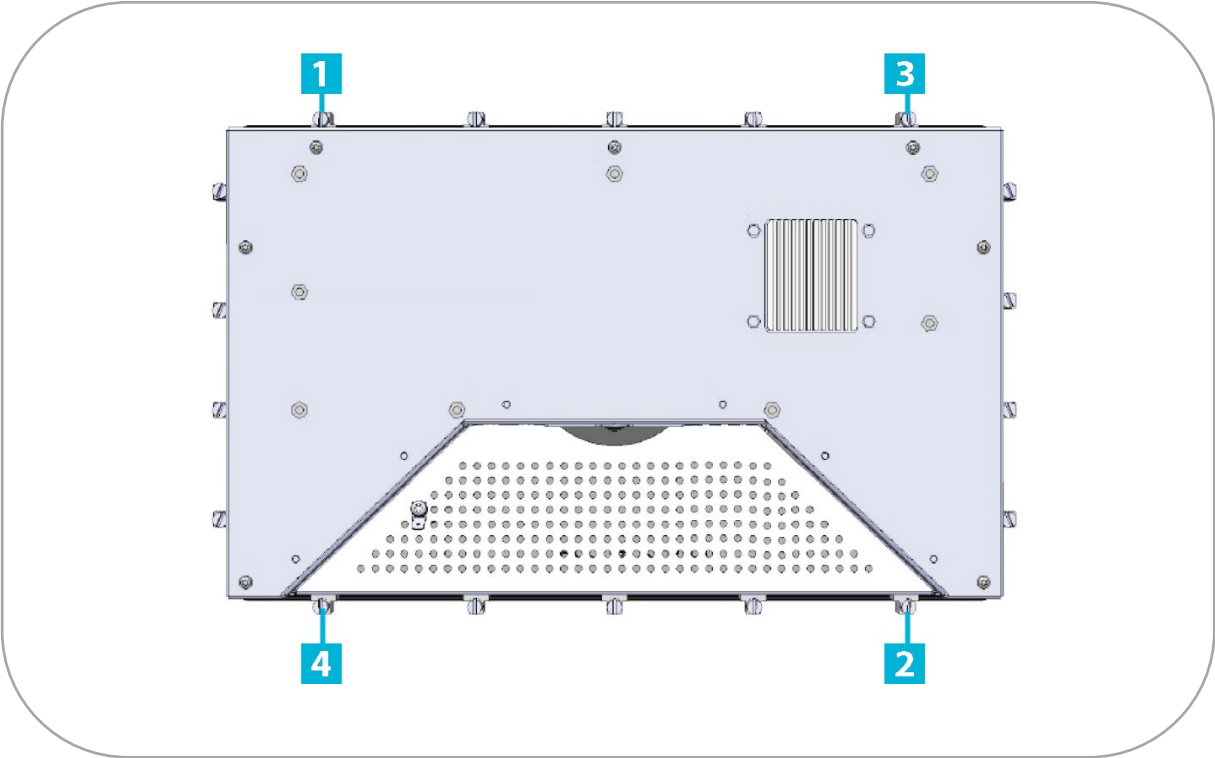
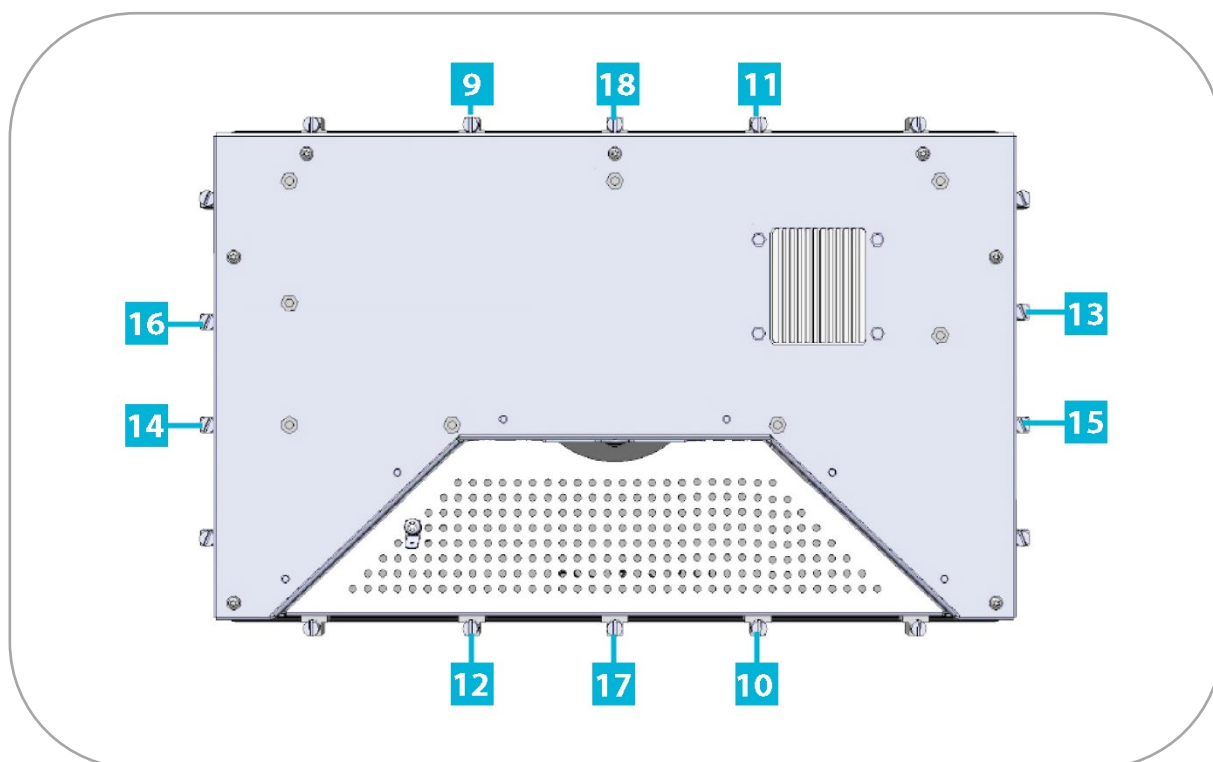

Abbildung 8: Spannklotze festziehen, Schritt 1
Abbildung 10: Spannklotze festziehen, Schritt 3
- Ziehen Sie immer möglichst weit voneinander entfernte Spannklotze nacheinander an, damit keine Verspannungen auftreten (s. Abbildung 8: Spannklotze festziehen, Schritt 1 bis Abbildung 10).